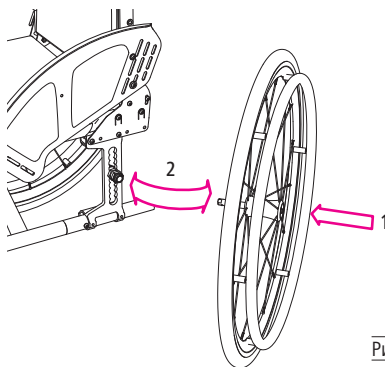

Рис.26
1. При натисканні кнопки в центрі маточини колеса блокувальний механізм заднього колеса (1, рис. 26) розблокується.
2. Тепер ви легко можете зняти заднє колесо, потягнувши його назовні (2, рис. 26).
- Для монтажу вставте швидкознімну вісь у маточину колеса, натискаючи кнопку (2, рис. 26).